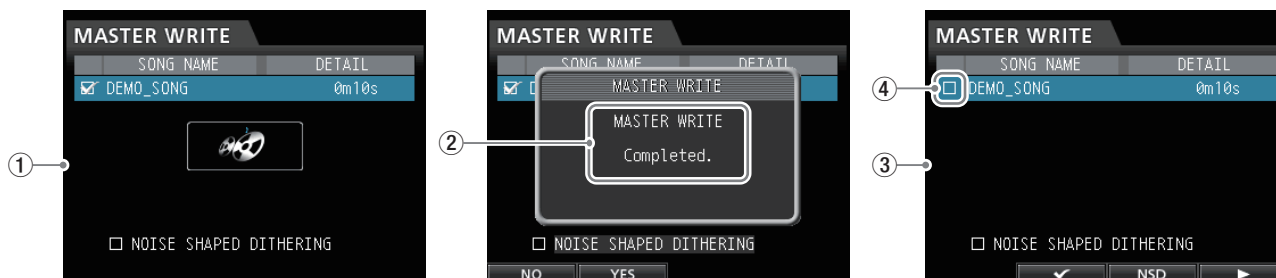

Fig 21
3-8-3 While the CD-RW disc is being written, an in-progress indicator will appear as shown in Fig. 21-①.
After writing completes, "MASTER WRITE Completed." will appear on the display for 2-3 seconds (Fig. 21-②), and then the "MASTER WRITE" screen (Fig. 21-③) will open.
At this time, writing the "DEMO SONG" has completed. Confirm that the check box no longer has a check mark (Fig. 21-④).
3-8-3 CD-RWディスクの書き込み中は、[処理中]画面 (Fig21-①)を表示する。
書き込みが完了すると、メッセージ"MASTER WRITE Completed." (Fig21-②)を2~3秒表示後、[MASTER WRITE]リスト画面 (Fig21-③)が表示される。
その際、[DEMO SONG]の書き込み完了で、チェックBOXの[✓]マークが解除するのでチェックBOXを確認する。(Fig21-④)